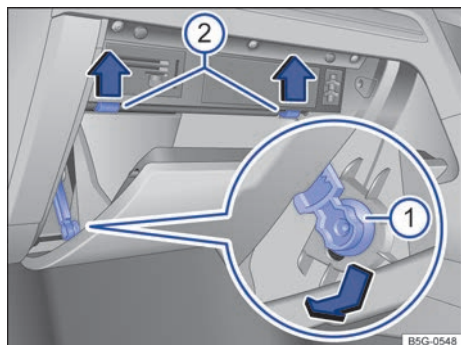

Fig. 281 Tapa de la caja de fusibles del tablero de instrumentos: vehículos con el volante a la derecha, en el lado del acompañante.
- Abra la guantera y, dado el caso, vacíela → **fig. 281**.
- Desplace el elemento de frenado → **fig. 281** **1** en el orificio del soporte hacia abajo y extráigalo hacia un lado.
- Presione los pivotes tope → **fig. 281** **2** hacia arriba en el sentido de las flechas.
- Para montar la guantera, sitúela en la posición adecuada. Introduzca el elemento de frenado en el orificio del soporte y desplácelo hacia arriba hasta que oiga que ha encastrado. Presione la guantera con cuidado hacia delante, más allá de la resistencia que oponen los pivotes tope → **fig. 281** **2**.